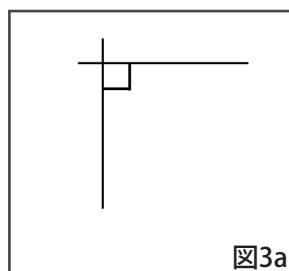
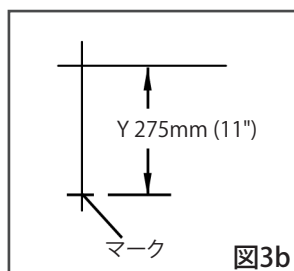
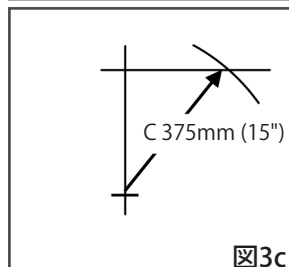

図3a
図3b
図3c
3. 最終寸法を決定します。垂直な平面上で、水平線と垂直線を使い、直角三角形を作成します。(図3a) 交点から「Y」寸法分下方に測定してマークをつけます。(図3b) 巻尺をその「Y」の修正マークから開始し、「X」線に沿って「C」寸法をスイングさせ、「X」線と交差する点をマークします。(図3c) 交点から「C」の交差点まで測定すると、それが新しい「X」寸法になります。(図3d)